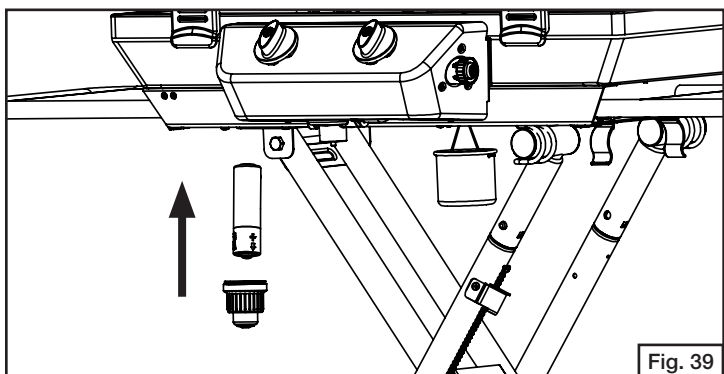

Fig. 39
- Installez une nouvelle pile du bon côté comme il est indiqué sur le couvercle de la pile. (Fig. 39)